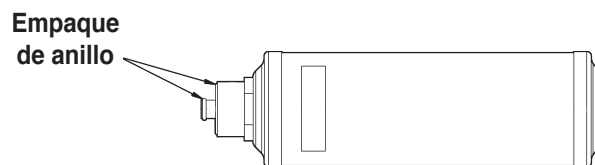

Figura 12
5. Vea el filtro nuevo; verifique que ambos empaques de anillo estén lubricados y colocados correctamente en las ranuras. Consulte la Figura 12. Enrosque el filtro nuevo en su lugar y ajústelo.